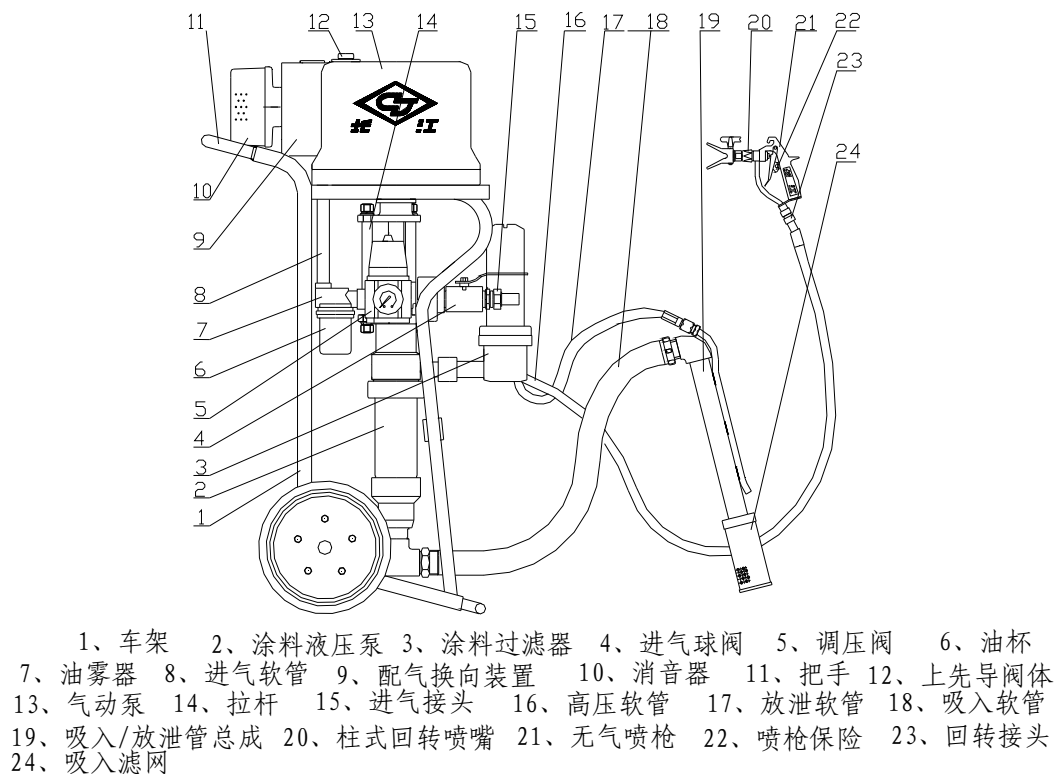

图 3
QPT6528K 外形见图 3。
- 4.3 将消音器组件（图 2 中 9、图 3 中 10）按图示位置装配在配气换向装置上。